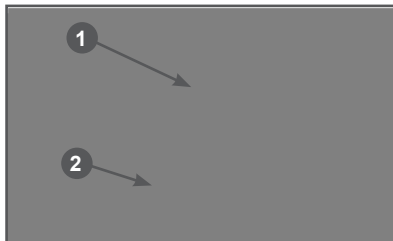

Рис. 12 Фиксатор курка газа и курок газа
6. Поверните фиксатор курка газа (Рис. 12 п. 1) против часовой стрелки так, чтобы курок газа (Рис. 12 п. 2) остался в наполовину нажатом состоянии.